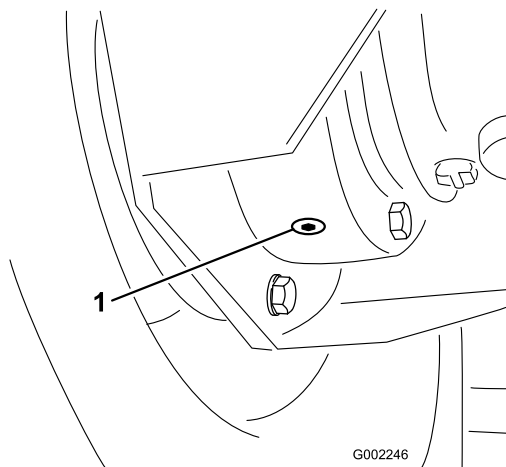

Figura 81
4. Coloque um recipiente debaixo do tampão de escoamento interior e retire-o (Figura 81).